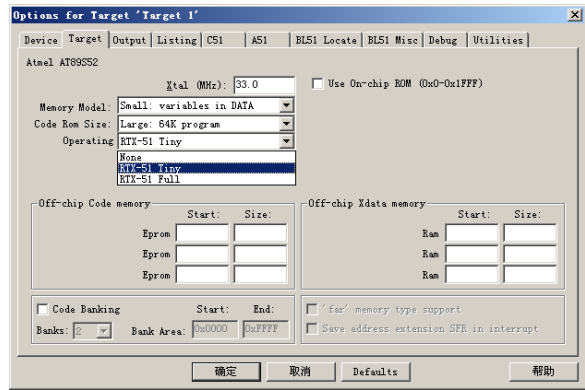

图 32-5 选择目标操作系统
- (4) 选择“Project”→“Options for Target ‘Target 1’”命令，此时弹出“Options for Target ‘Target 1’”对话框，如图 32-5 所示。
- (5) 在“Target”选项卡中，打开“Operating”下拉菜单，从中可以选择 RTX-51 Tiny 实时多任务操作系统。
- (6) 单击“确定”按钮，关闭对话框，完成目标操作系统的指定。
- (7) 选择“File”→“New”命令，新建一个程序文件，并保存为*.C 文件，可以在其中输入程序代码。